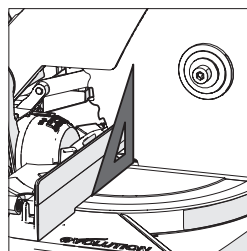

Fig. 9
- Plaats de hoeklineaal op de tafel met een van de korte hoeken tegen de tafel aan, en de andere korte hoek tegen het blad aan (vermijd de TCT tips van de zaagtanden). **(Fig. 9)**